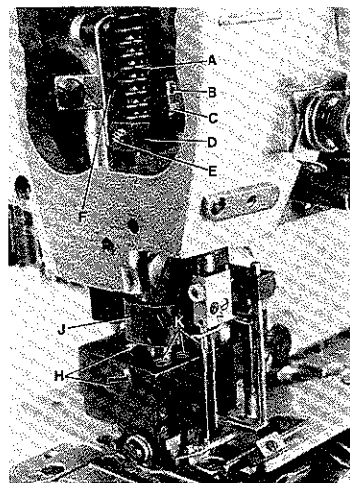

Fig. 46
For easy adjustment remove presser spring regulator on top of machine arm and presser spring (A, Fig. 46).
Adjust long stop screw (B) in presser bar guide (D) against bed casting to ensure a clearance of 0,5 mm (.020 in.) (see Fig. 46 A) between slot end of link (F, Figs. 46 and 46 A) in presser bar guide (D, Figs. 46 and 46 A). Tighten lock nut (C, Fig. 46) on stop screw.
Mount the presser foot, align it with the needles and tighten screws (H, Figs. 46 and 46 B). Rotate pulley until the feed dogs are in down position below the throat plate. Loosen screw (E, Fig. 46) in presser bar guide (D) and press the presser foot down against throat plate until the presser foot bottoms and the yielding section are pressed up by 0,8 to 1 mm (.032 to .040 in.) (see Fig. 46 B). Retighten screw (E) being sure stop screw (B) in presser bar guide rests on the bed casting. Remount presser spring (A) and presser spring regulator.
Set the collar (J, Fig. 46) respectively the lamp bracket on Styles 34800 TDA, for the presser foot height as required, the presser foot bottom should not contact the spreader when the presser foot is lifted.
The pressure exerted by the presser spring (A, Fig. 46) on the presser bar guide (D) should be higher than the pressure exerted by the three springs for presser foot bottoms and the yielding section. The presser bar should not move vertically when sewing. Screw-in presser spring regulator on top of machine arm as required.
The spring pressure exerted on the presser foot bottom and the left and right yielding section can be adjusted individually by turning screws (K, Figs. 46 and 47). Turning clockwise reduces the pressure, turning counterclockwise increases the pressure.
Entfernen Sie zur besseren Einstellung die Drückerfuß-Stellschraube oben am Maschinenarm und die Drückerfeder (A, Fig. 46).
Stellen Sie die lange Anschlagschraube (B) in der Drückerfußstangenführung (D) so gegen den Gehäuseguß, daß zwischen dem Schlitzende des Gelenks (F, Fig. 46 und 46 A) und der Zapfschraube (G, Fig. 46 A) in der Drückerfußstangenführung (D, Fig. 46 und 46 A) ein Abstand von 0,5 mm ist (siehe Fig. 46 A). Ziehen Sie die Feststimmutter (C, Fig. 46) auf der Anschlagschraube an.
Setzen Sie den Drückerfuß ein, richten Sie ihn zu den Nadeln aus und ziehen Sie die Schrauben (H, Fig. 46 und 46 B) an. Drehen Sie am Handrad bis die Transporteure unter der Stichplatte stehen. Lösen Sie die Schraube (E, Fig. 46) in der Drückerfußstangenführung (D) und drücken Sie den Drückerfuß nach unten gegen die Stichplatte, so daß die Drückerfußsohlen und das Seitenteil 0,8 bis 1 mm nach oben gedrückt werden (siehe Fig. 46 B). Ziehen Sie die Schraube (E) wieder an, beachten Sie dabei, daß die Anschlagschraube (B) in der Drückerfußstangenführung am Gehäuseguß anliegt. Montieren Sie Drückerfeder (A) und Drückerfuß-Regulierschraube wieder.
Stellen Sie den Stelling (J, Fig. 46) bzw. den Lampenhalter bei den Maschinen 34800 TDA, für die Drückerfußhöhe so, daß die Drückerfußsohle den Leger nicht berührt, wenn der Drückerfuß angehoben wird.
Der Druck der von der Drückerfeder (A, Fig. 46) auf die Drückerfußstangenführung (D) ausgeübt wird, muß stärker sein als der Druck der drei Federn der Drückerfußsohlen und des Seitenteils, so daß beim Nähen die Drückerfußstange sich vertikal nicht bewegt. Drehen Sie die Drückerfuß-Regulierschraube oben am Gehäusearm entsprechend weit ein.
Der Federdruck auf die Drückerfußsohlen und das Drückerfuß-Seitenteil kann durch Drehen der Schrauben (K, Fig. 46 und 47) individuell eingestellt werden. Drehen im Uhrzeigersinn vermindert den Druck, drehen im Gegenuhrzeigersinn verstärkt den Druck.